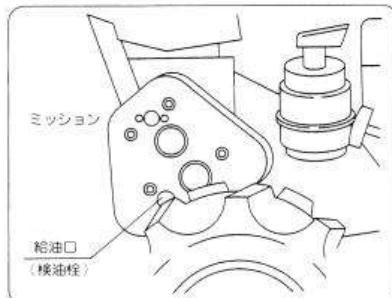

図49
- ② トランスマッisionの検油栓を外してください。(図49)
- ③ 汚れたオイルが完全に無くなったらドレンプラグを確実に締付けてください。
(図49)